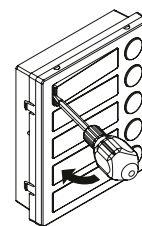

Fig. 6
- Move the screwdriver to the left as shown in **Fig. 6** to extract the card name holder;
- Fare leva con il cacciavite come mostrato in **Fig. 6** per rimuovere il porta-cartellino (fare attenzione a non ammaccare la placca);